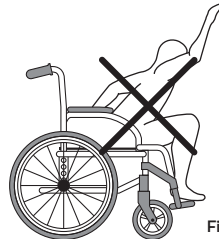

Fig 6
- El cuerpo y la cabeza deben permanecer en los límites de la silla de ruedas. [Fig. 6]